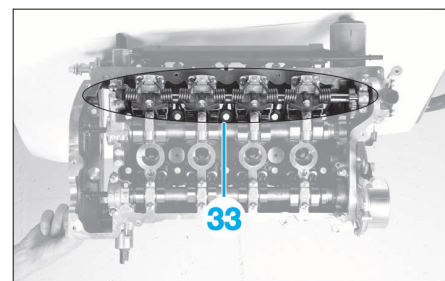

FIG. 56
Il est interdit d'intervenir dans la zone (33) de la culasse (Fig.56), sous peine de blessure.